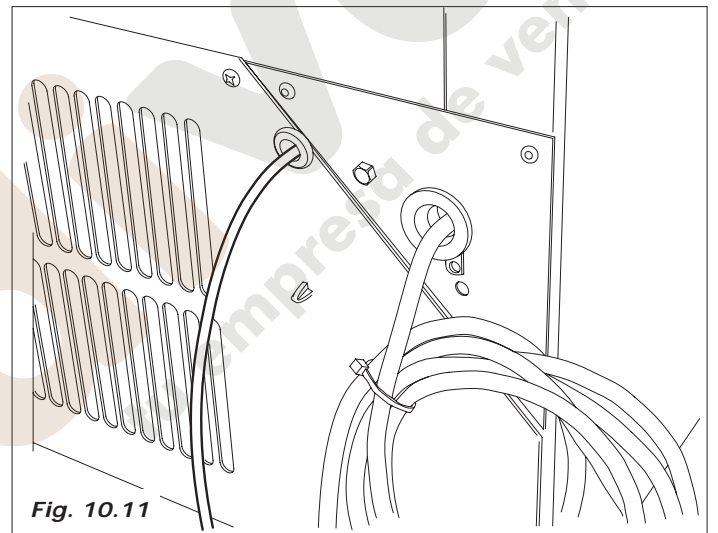
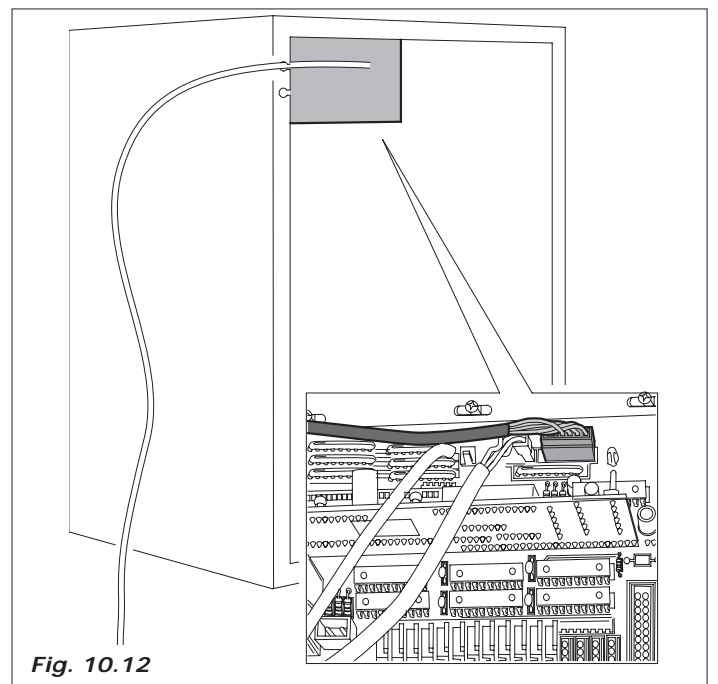

Fig. 10.11
Fig. 10.12
- Conectar el cable de conexión del conector trasero en el modelo BVM661 slave (Fig. 10.11) y conectarlo al conector BOARD de la placa de potencia Polaris (Fig. 10.12).